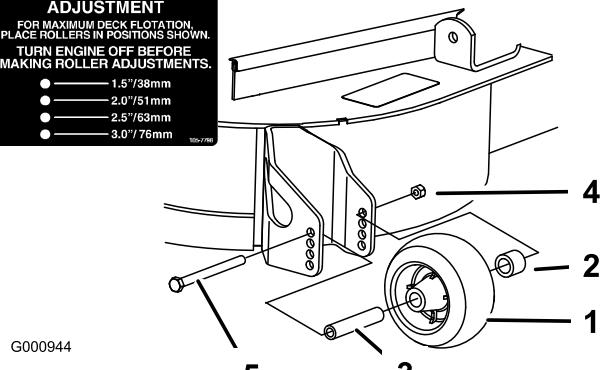

Figura 14
1. Depois de regular a altura de corte, ajuste os rolos retirando a porca flangeada, a bucha, a cunha e o parafuso (Figura 14).
3. Coloque a porca flangeada, a bucha, a cunha e o parafuso. Aperte com 54–61 Nm (Figura 14).